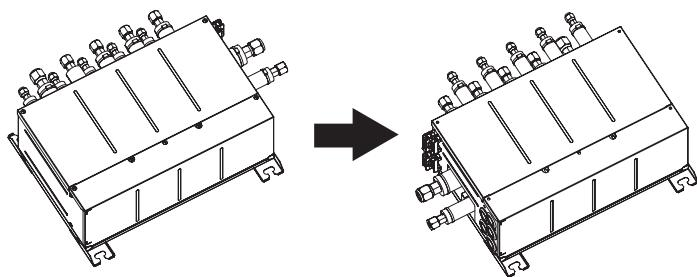
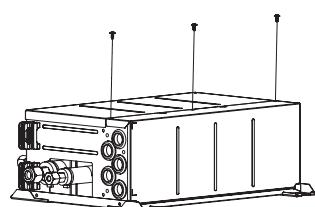

Fig. 4-4
Fig. 4-5
4.1. Retningen af rørene kan ændres. (Fig.4-4). [Arbejdsprocedurer] (Fig. 4-5)
① Fjern skruerne i hver del.